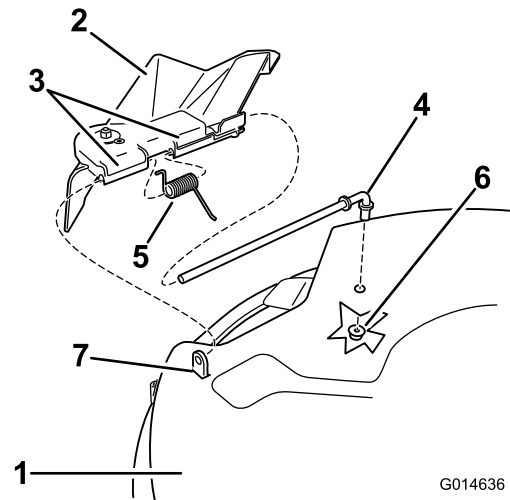
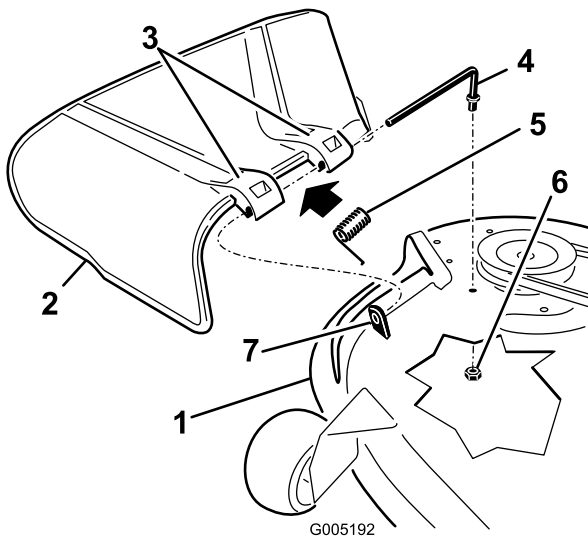

Figure 65
Figure 66
- Retirez l'écrou ($\frac{3}{8}$ po) de la tige, sous le tablier de coupe (Figure 65 et Figure 66).
- Sortez la tige de la courte cheville de positionnement, du ressort et du déflecteur d'herbe (Figure 65 et Figure 66).
- Reposez le déflecteur d'herbe (Figure 65 et Figure 66).
- Insérez la tige dans le deuxième support du déflecteur d'herbe (Figure 65 et Figure 66).
- Fixez l'extrémité arrière de la tige dans le tablier de coupe à l'aide d'un écrou (3/8 po), comme montré à la Figure 65 et Figure 66.